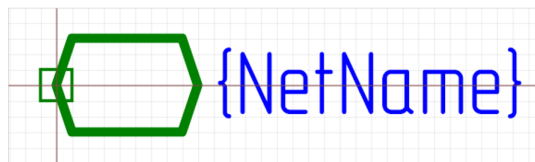

Рис. 67 Порт блоков Вход/Выход
- Вход/Выход – обозначение двустороннего подключения к схмотехническому блоку (вложенной схеме), см. Рис. 67.